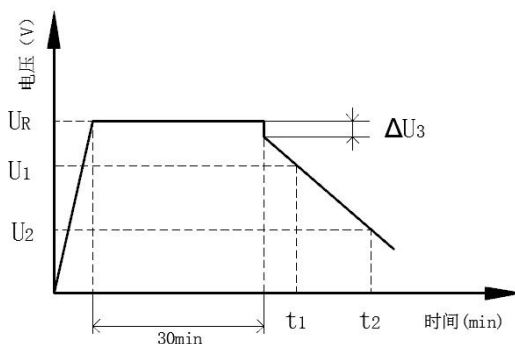

图 1 电压特性
- c) 根据图 1 测量放电过程中电压从 $80\%U_R$ 降至 $40\%U_R$ 的时间，计算电容容量。